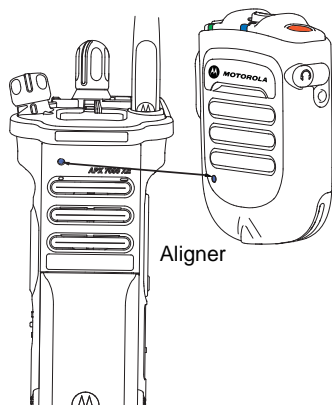

Figure 2.10 : Couplage de votre WRSM
- 2 Placez le point bleu (repère de couplage sécurisé) du WRSM à moins de 2,5 cm du point bleu (repère de couplage sécurisé) de la radio. Reportez-vous à la Figure 2.10.